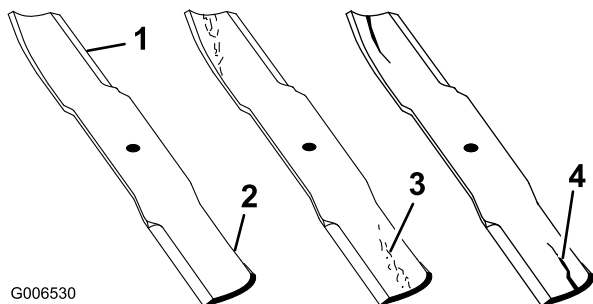

Figura 87
1. Controllate i taglienti (Figura 87). Se i taglienti non sono affilati o mostrano delle tacche, togliete le lame e affilatele. Vedere Affilatura delle lame \(pagina 65\).
2. Controllate le lame, in particolare l'area curva (Figura 87). In caso di danni, usura o scanalature nell'area (Figura 87), montate immediatamente una nuova lama.